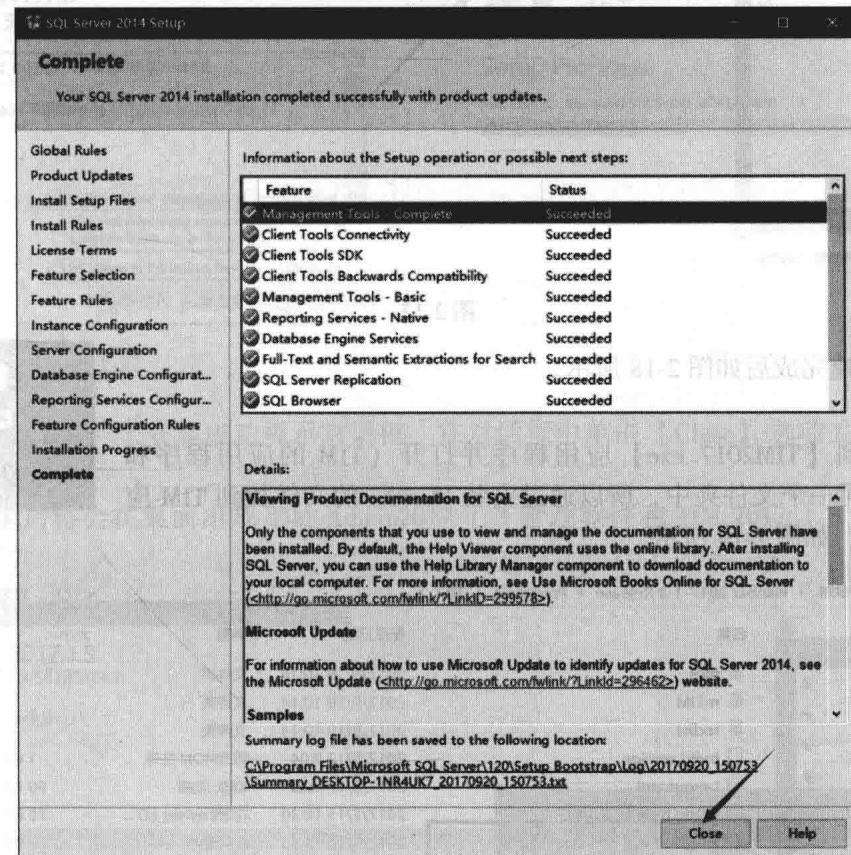

图 2-15
(10) 安装完成后弹出【Complete】对话框，在窗口中会显示我们安装的内容，如图 2-15 所示。安装内容确认后单击【Close】选项退出。